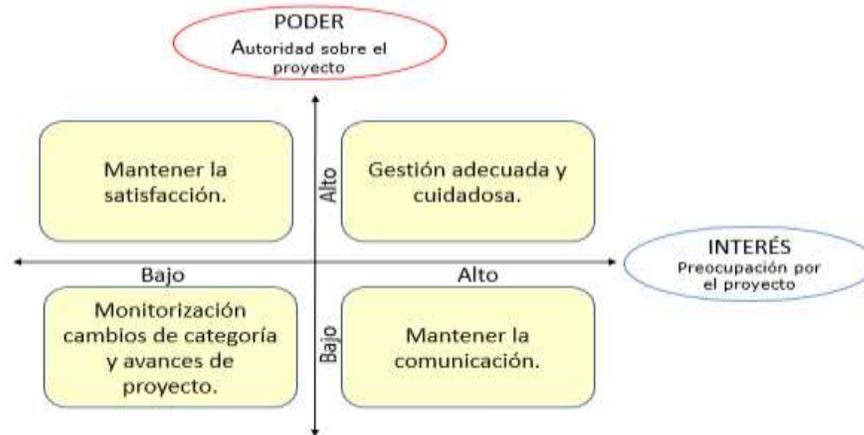

Figura 17 Matriz de clasificación de poder
3. Matriz de clasificación de poder: se categoriza a los interesados de acuerdo con poder/interés e impacto/influencia hacia el proyecto. Ver Figura 17.